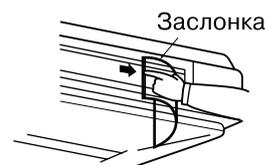

Рис. 6
- Скорость потока воздуха может быть изменена путем перемещения заслонки. (См. рис. 6 и 7)